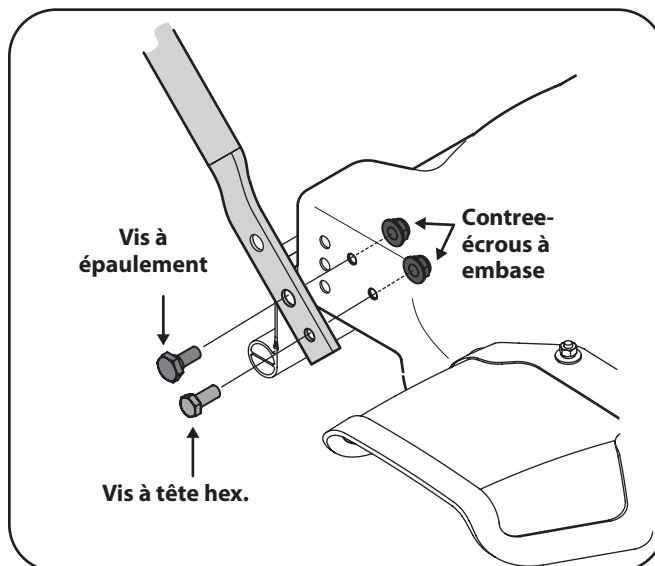

Figure 3-2
2. Positionnez le guidon inférieur par-dessus le plateau de coupe et alignez les deux trous inférieurs du plateau de coupe avec les trous correspondants du guidon. Voir la Figure 3-2.
3. Fixez le guidon inférieur sur le plateau de coupe en plaçant les vis à épaulement dans le trou supérieur et les vis hex. dans le trou inférieur, comme à la Figure 3-2. Maintenez toutes les vis avec des contre-écrous à embase. Serrez à fond.